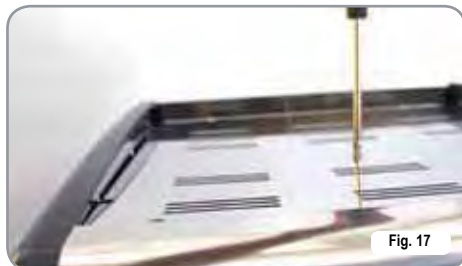

Fig. 17
- svitare le vite centrali del pannello superiore (Fig. 17);